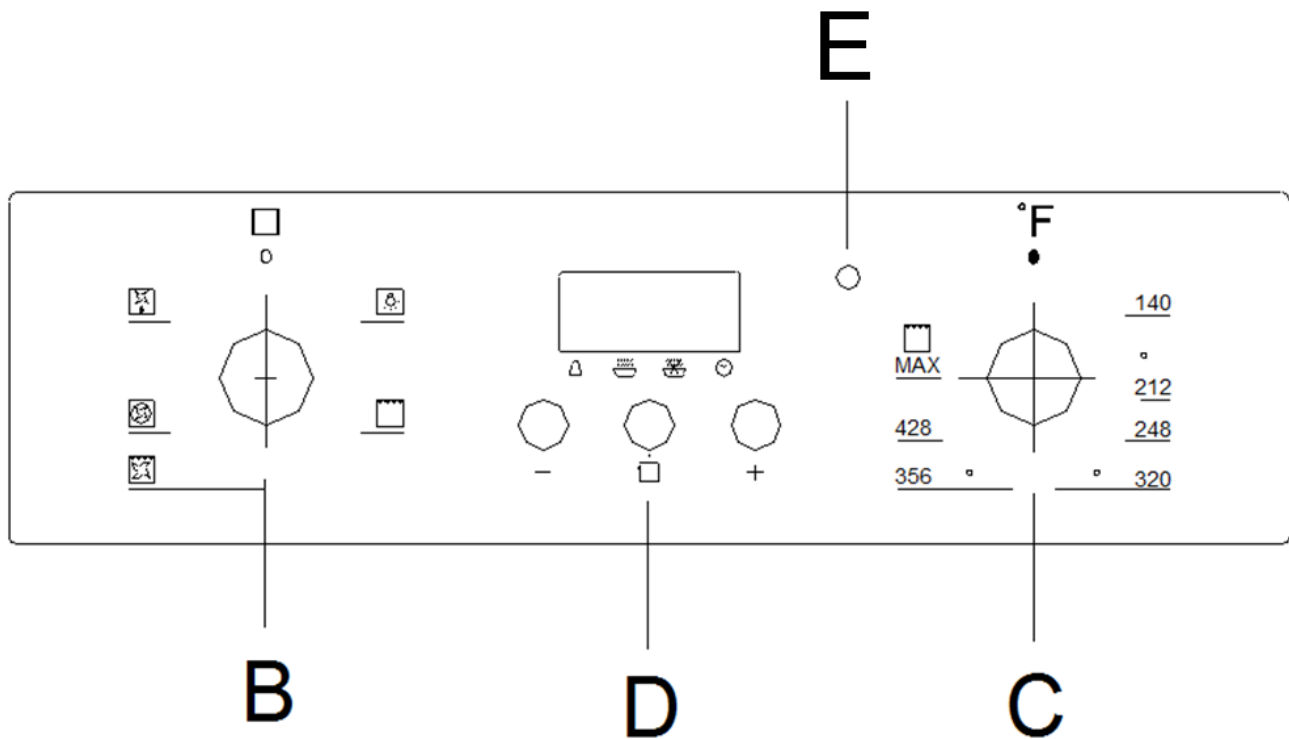

Figure 6
1. Veuillez appuyer de manière répétée sur le bouton 'fonction' (voir la figure 6) jusqu'à ce que le symbole carré au-dessus de «  » clignote, puis appuyez sur le bouton « + » ou « - » pour configurer le temps de cuisson du four.
3. Veuillez régler le bouton B et C (voir la figure 6) pour choisir les modes de cuisson et le mode de température.
2. Veuillez appuyer de manière répétée sur le bouton 'fonction' (voir la figure 6) jusqu'à ce que le symbole carré au-dessus de «  » clignote, puis appuyez sur le bouton « **+** » ou « **-** » pour configurer la durée de la cuisson.
4. Veuillez régler le bouton B et C (voir la figure 6) pour choisir les modes de cuisson et le mode de température.
2. Veuillez appuyer de manière répétée sur le bouton 'fonction' (voir la figure 6) jusqu'à ce que le symbole carré au-dessus de «  » clignote, puis appuyez sur le bouton « **+** » ou « **-** » pour configurer l'heure de fin de la cuisson du four.
- **Veillez positionner le bouton C à Max.** (Voir la figure 6)
- **Veillez positionner le bouton C entre 140° F and 390° F (60°C and 200°C)** (Voir la figure 6)
- **Veillez positionner le bouton C entre 140° F and 480° F (60°C and 250°C)** (Voir la figure 6)
- **Veillez positionner le bouton C à toute température.** (Voir la figure 6)
1. **Veillez positionner le bouton B pour choisir**   . (Voir la figure 6)